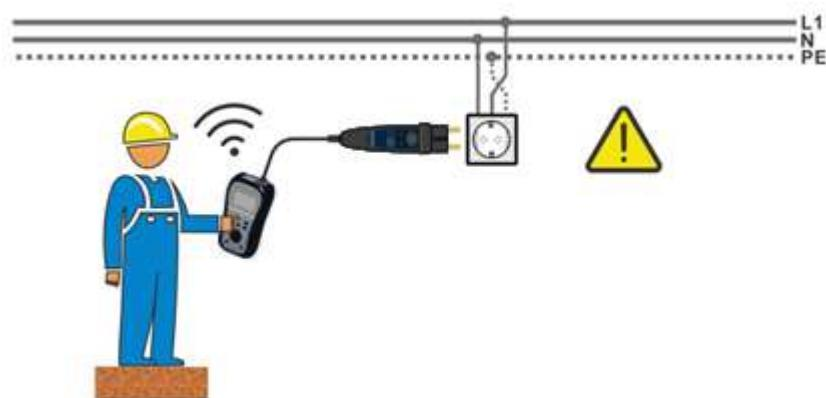
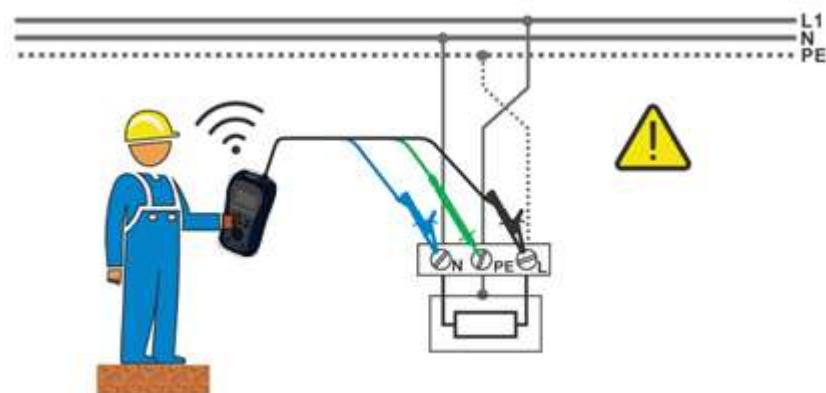

figura 0.10 Il conduttore Pe è invertito con L (applicazione con il Lead Test)
figura 0.11: Il conduttore Pe è invertito con L (applicazione con 3 fili)
- **Collegare** puntali al punto da testare (vedi *figura 0.10* e *figura 0.11*).